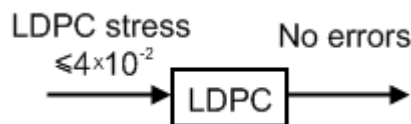

Figure 3.1 Décodeur LDPC fonctionnement
16. *Stress LDPC decodeur*– indique la charge du décodeur LDPC (low-density parity-check code). Le **LDPC** est contrôlé par le nombre d'erreurs corrigées à l'entrée du Decodeur LDPC (voir **Figure 3.1**).